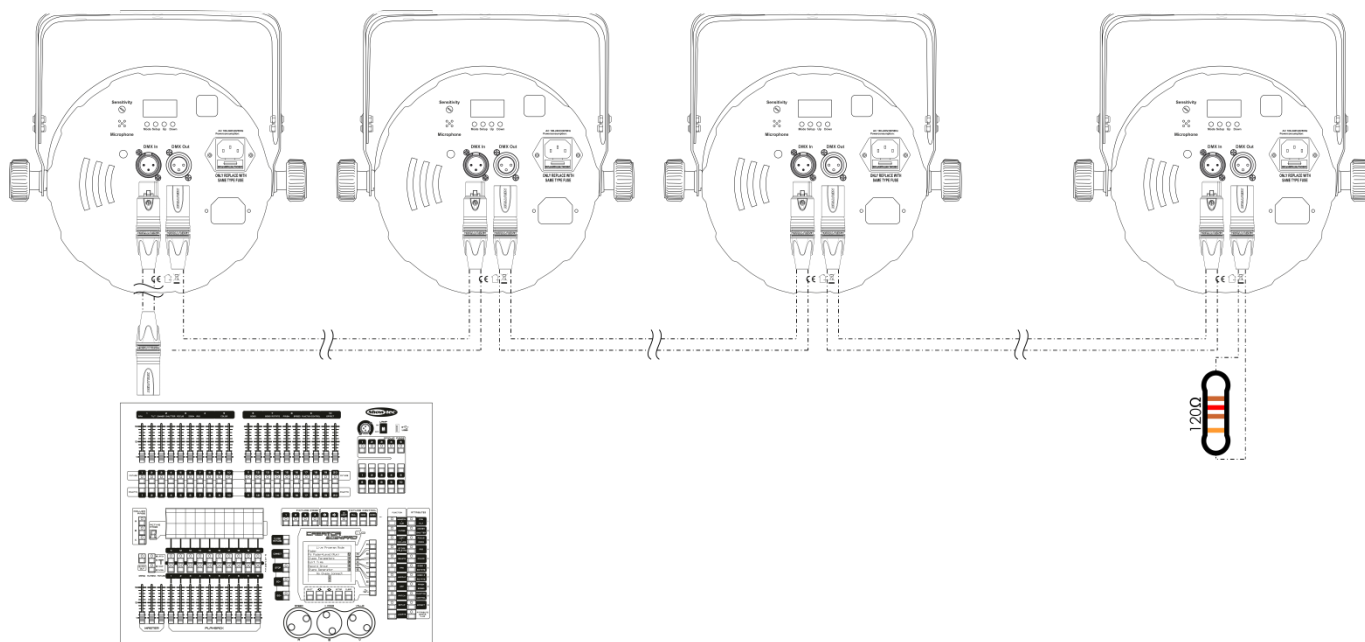

Fig. 03
- 04) Reliez les unités (voir fig. 03). Reliez la prise « sortie » DMX de la première unité à la prise « entrée » de la seconde, à l'aide d'un câble de signal DMX. Répétez ce processus pour relier les deuxième, troisième et quatrième unités.